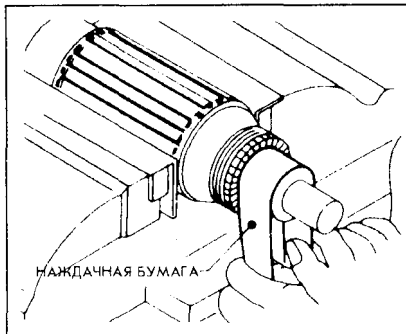

Рис. 10-26.
3. Проверьте состояние коммутирующих поверхностей. При необходимости слегка зачистите наждачной бумагой №500-600 (рис. 10-26).